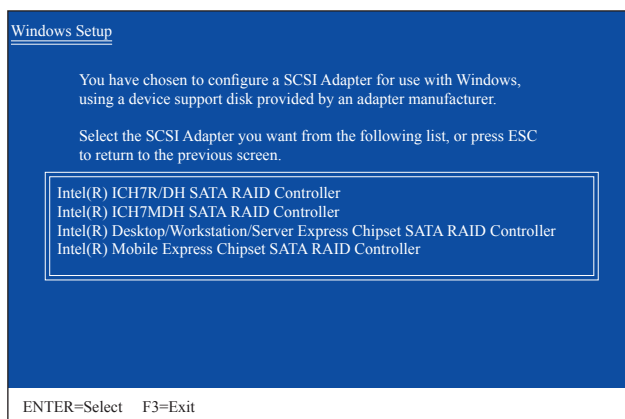
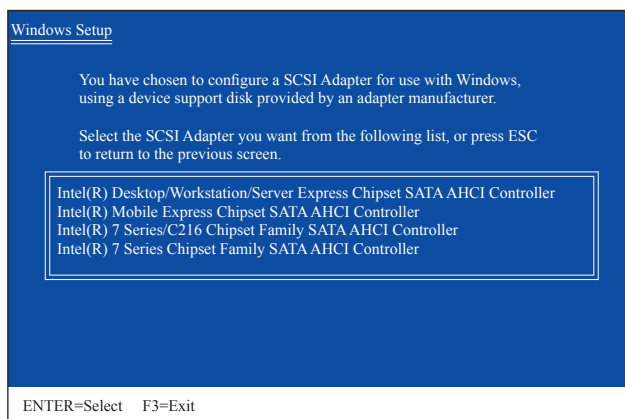

図 3
図 4
SATA RAID/AHCI ドライバを含むフロッピーディスクを挿入し、<Enter> を押します。次に、以下の図 3 のようなコントローラメニューが表示されます。Intel(R) Desktop/Workstation/Server Express Chipset SATA RAID Controller を選択し、<Enter> を押します。AHCI モードの場合、キーボードの矢印キーを使用して Intel(R) 7 Series/C216 Chipset Family SATA AHCI Controller アイテムにスクロールし <Enter> を押します(図 4)。